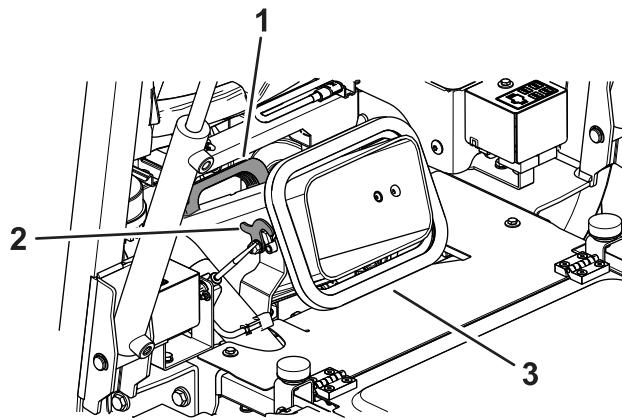

Figura 27
7. Con el tirador en el conducto, retírelo y límpielo junto con la apertura de la unidad de corte (Figura 27).
8. Instale el conducto y fíjelo con los cierres (Figura 27).
6. Desenganche el conducto de hierba (Figura 27).